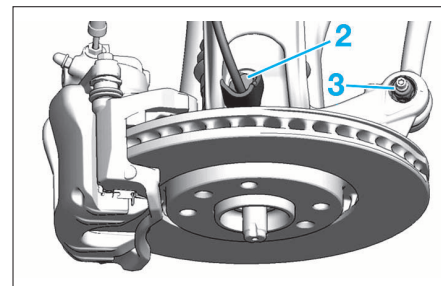

FIG. 24
- Déposer la fixation (2) (Fig.24), son capteur et l'écrou de la biellette de direction (3).